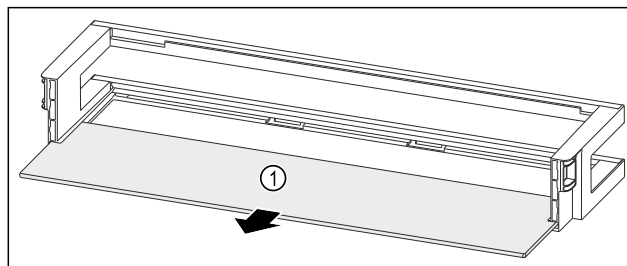

Fig. 115 Dveřní přihrádka s odkládací plochou
- Odkládací plochu Fig. 115 (1) odeberte.